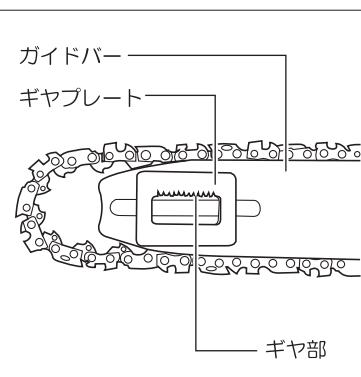

図10
- ガイドバーにソーチェーンの張り調整用のギヤブレートが付いています。ギヤ部を上にしてガイドバーの表側にしてください。(図10参照)